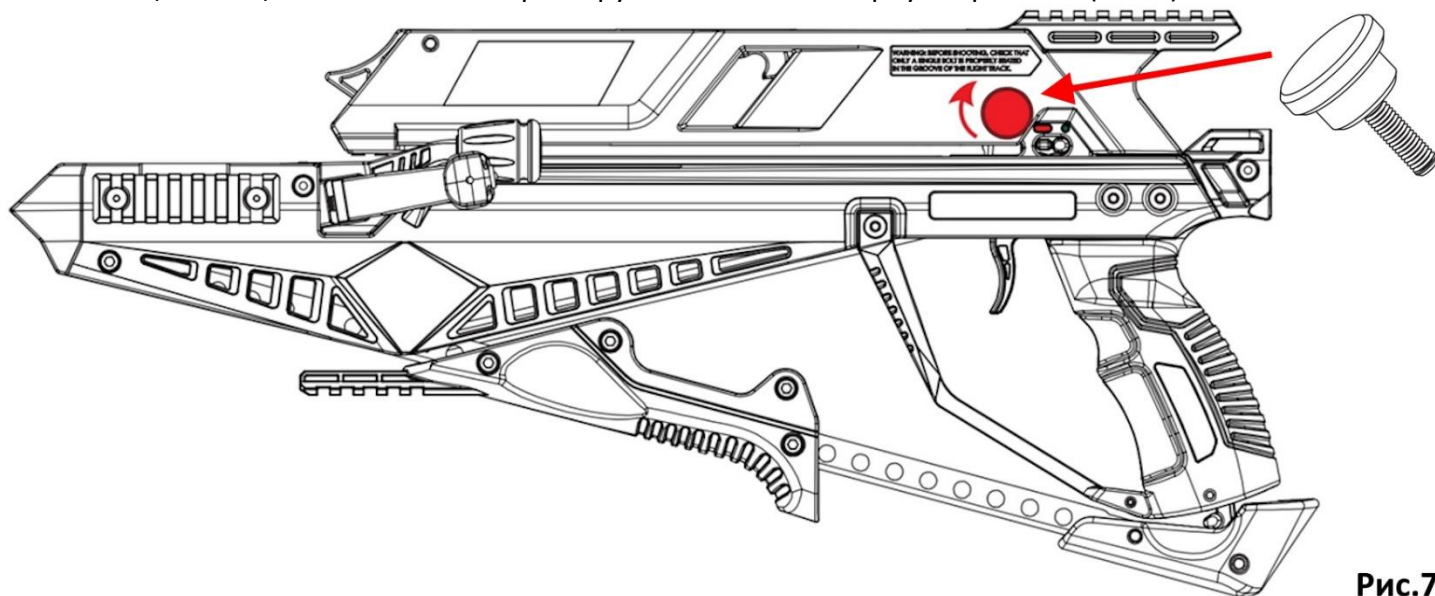

Рис.7
6. С помощью специального болта зафиксируйте магазин на корпусе арбалета (Рис.7).